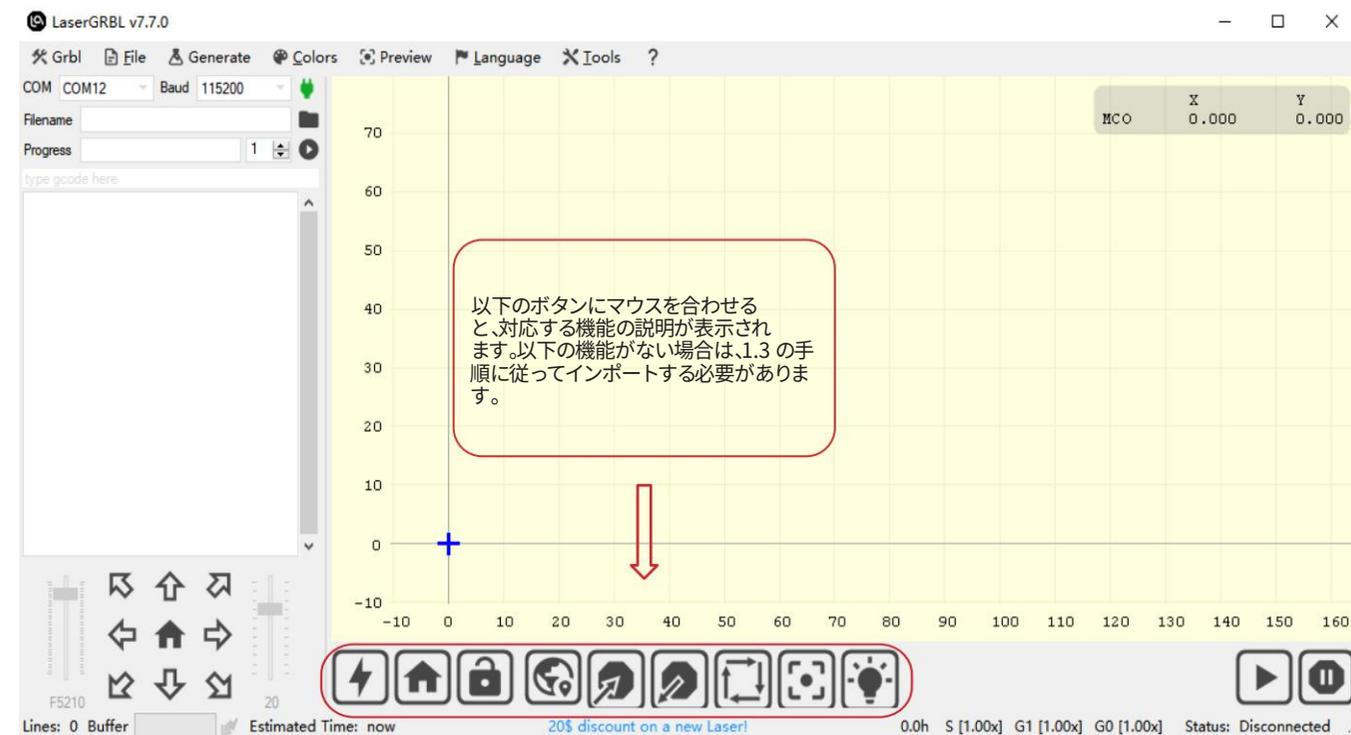

図2 LaserGRBLのインターフェース
•インストールされたソフトウェアは図 2 に示されています。